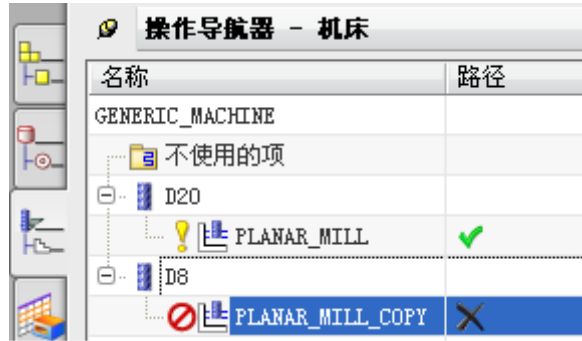

图 8-59
- 单击 PLANAR_MILL 操作，单击 MB3，打开快捷菜单，选择 COPY，复制此操作，单击刀具 D8，单击 MB3，打开快捷菜单，选择 paste inside，粘贴此操作，如图 8-59 所示。